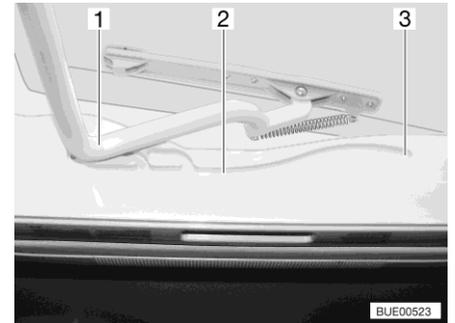

Fig. 22 Glissière (lanterneau Heki)
- Tirer l'étrier (Fig. 22,1) dans les glissières (Fig. 22,2) jusque dans la position la plus reculée (Fig. 22,3).
- Pousser l'étrier (Fig. 22,1) légèrement vers le haut avec les deux mains.
- Tirer l'étrier dans les glissières (Fig. 22,2) jusqu'à la position souhaitée.